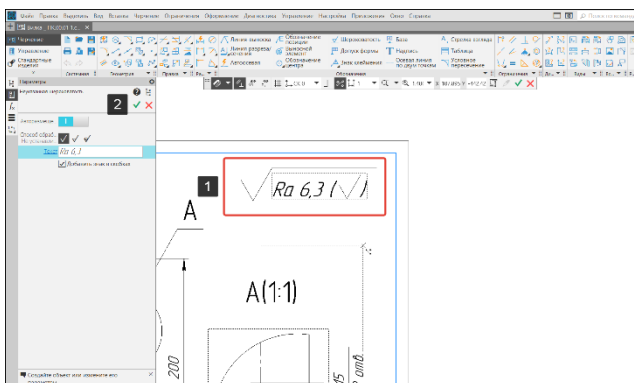

Рисунок 283 – Неуказанная шероховатость
• После окончания работы с подпроцессом выбора шероховатости, система вернется в процесс настройки параметров обозначения. На поле чертежа будет отображена неуказанная шероховатость (1) (Рисунок 283);